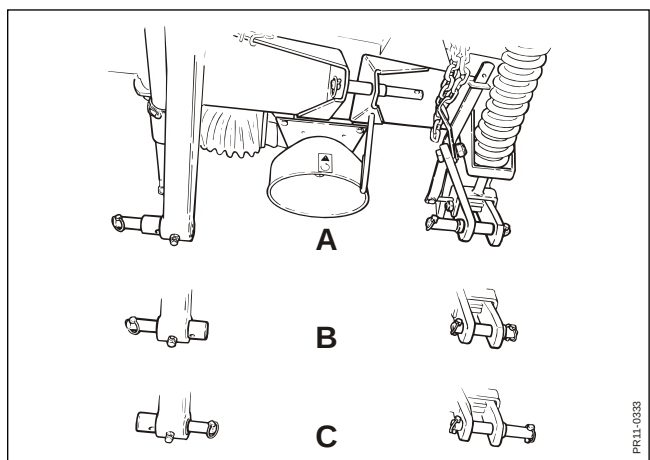

Fig. 2-5
- Fig. 2-5** Puede elegir entre 3 ajustes (**A**, **B** y **C**) de los pivotes del embrague en el vástago superior, correspondiente a los siguientes tamaños del ancho de pisa:
Al ajuste de los pivotes del embrague se realiza aflojando y ajustando el pivote de tracción fijo adaptando el pivote de tracción suelto según la fig. 2-5.